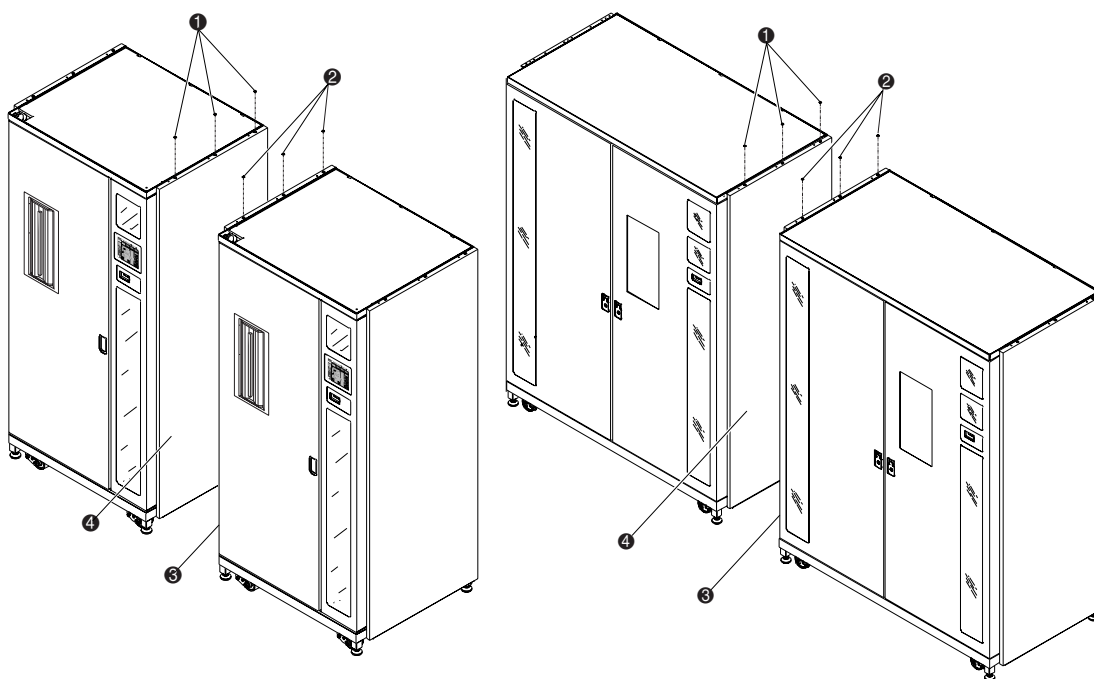

Figura 2-1. Extracción del panel lateral
3. Extraiga el panel del lado izquierdo ❸ de la biblioteca de la derecha y el panel derecho ❹ de la biblioteca de la izquierda (consulte la Figura 2-1).
- a. Extraiga los tres tornillos situados en la parte superior del panel ❶ o del ❷.